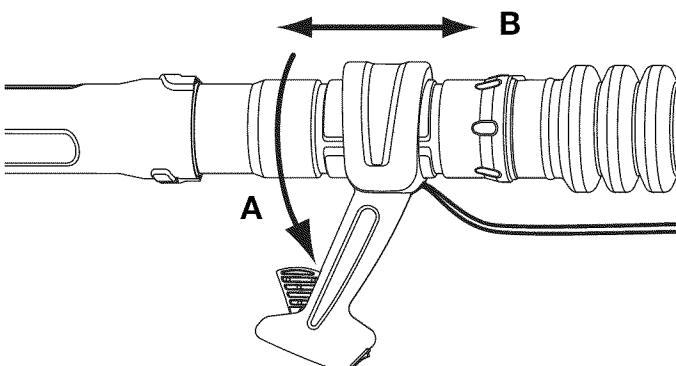

Fig. 8
1. Haga girar el mango de control del regulador en el sentido contrario a las agujas del reloj alrededor del tubo de la sopladora hasta que apunte directamente hacia abajo (Fig. 8, A).
2. Tire del mango de control del regulador o empújelo a lo largo del tubo de la manija hasta que quede a una distancia cómoda de la sopladora de mochila (Fig. 8, B).